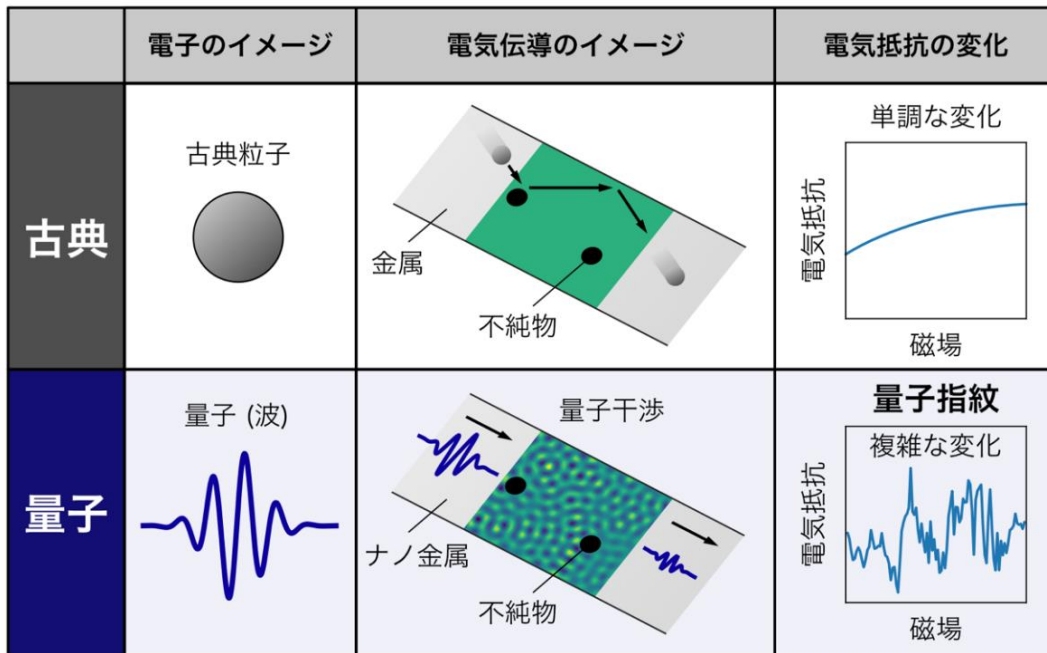
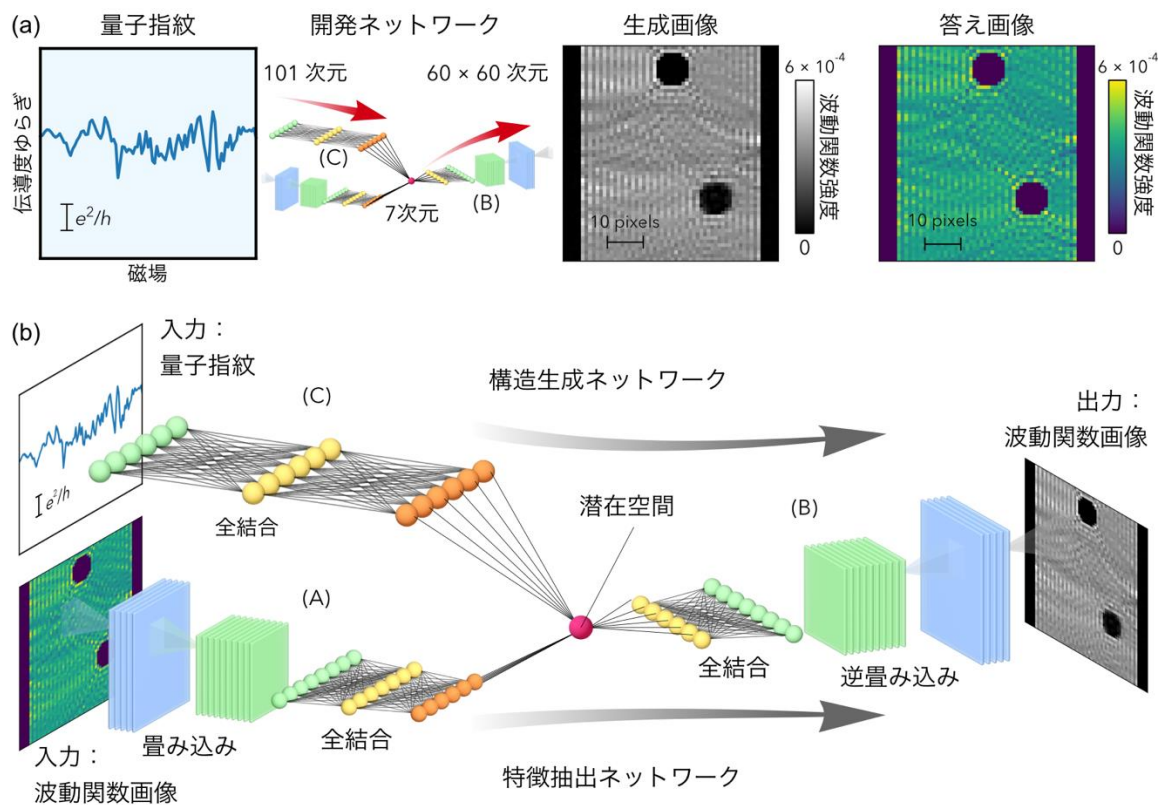

図1 古典および量子力学的な描像における電子の電気伝導の模式図
図2 三又構造の機械学習ネットワークによる量子指紋の解読の模式図
電気抵抗は、物質の中での電子の流れやすさを表します。金属などの物質は物質固有の電気抵抗の値をもち、同じ大きさの金属はおおよそ同じ電気抵抗を示します。しかしながら、ナノメートル（1 mm の 1000000 分の 1 の長さ）というとても小さな世界では、量子力学（注 1）が電子の運動を支配し、この状況は一変します。電子が波のように金属中を漂い、金属の表面や障害物に散乱された多くの波が干渉し、波の強め合い・弱め合いによって電気抵抗が大きく変化します（図 1）。言い換えれば、電気抵抗に金属の形状や障害物の分布などのミクロな情報が含まれているのです。しかしながら、このような量子力学的な波の干渉は極めて複雑で、電気抵抗からミクロな情報を復元することは夢物語とされてきました。
今回、大門助教らは、量子力学的な干渉（注 2）を解読する AI を開発し、電気抵抗の情報だけから金属内部の微細な構造を復元することに成功しました（図 2）。近年の目覚ましい発展により、AI が人知を超える精度でデータを認識することに着目し、量子干渉の解読に特化した AI を開発しました。開発した AI は一見ランダムに見える電気抵抗の変化に法則性を見出し、電気抵抗のデータだけから金属内部のミクロな構造、ひいては量子力学的な干渉の情報を引き出すことができます。
しかしながら、リング形状に限らない一般の金属には、試料の構造や不純物などの多くの散乱要因が存在します。結果として多くの散乱波が積み重なって干渉し、電気伝導度を変化させます。この電気伝導度は、散乱要因の情報を反映しながら、磁場に対して複雑に変化します。伝導度に現れる複雑なゆらぎは「量子指紋」と呼ばれ（図 1）、試料の構造や不純物などのミクロな情報が含まれています。それにも関わらず、伝導度ゆらぎのあまりの複雑さから、量子指紋を理解しミクロな情報を引き出すことはできないと考えられてきました。そこで本研究では、量子を理解する機械学習手法の開発を行い、複雑な量子指紋から金属のミクロな構造および量子干渉情報を解読することを目指しました。
量子を解読する機械学習モデルとして、図 2 に示すような三又構造の新しい深層学習（注 4）ネットワークを開発しました。学習する量子系としては、円形の欠陥を導入した微細金属細線（図 1）を考え、金属の量子指紋情報のみから電子の波動関数の情報を引き出す学習を行いました。三又構造ネットワークは量子干渉の情報を解読する特徴抽出ネットワークと量子指紋からミクロ構造を生成する構造生成ネットワークの 2 つから構成されます。特徴抽出ネットワークは図 2 の (A) と (B) を結合したネットワークで、金属中を流れる電子の波動関数画像を入力とし、画像を潜在空間と呼ばれる小さな情報空間へ圧縮したのち、再度同じ画像を生成しようとしています。これにより、波動関数画像を生成するのに必要最小限の情報が潜在空間へと抽出されます。この抽出された情報を利用し、量子指紋から波動関数画像を生成します。構造生成ネットワークは図 2 の (C) と (B) を結合したネットワークで、量子指紋を入力とし、潜在空間を経由して波動関数画像を生成します。一般に、小さな情報量しかもたない電気伝導度のデータだけから、大きな情報量をもつ波動関数のデータを生成することは困難ですが、潜在空間を経由する構造を導入したことで初めて量子干渉の情報を生成することに成功しました。生成された画像には、金属の構造や欠陥の情報が含まれており、空間的な構造が復元されただけでなく、量子力学的な干渉の情報までも含まれています。